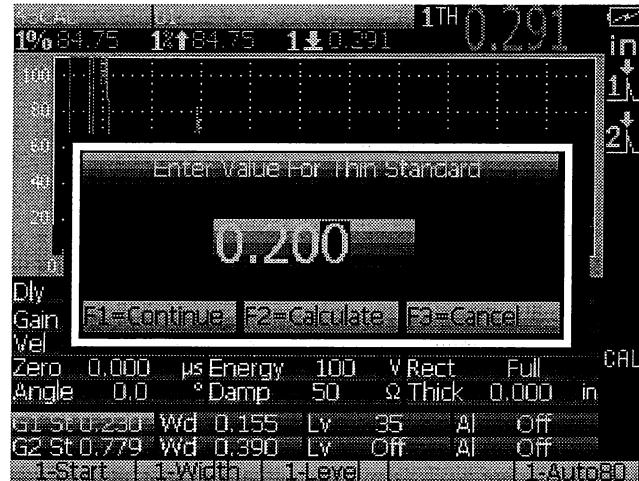

図 8-2 薄さ基準値の入力
5. A スキャン上に、大きな文字で厚さが表示されます。値が安定したら、[ZERO] キーを押します。画面がフリーズし、画面上にポップアップボックスが現れます。英数字キーを使い、試験片の正確な厚さを入力します。この例では、[0] [.] [2] [0] [0]、もしくは [.] [2] を押すと、図 8-2 のように入力値がポップアップボックスの中に現れます。入力を誤った場合は、左右キーで間違った箇所に戻り、正確な厚さを再度入力します。値を消去する場合は [ZERO] ([ パルス位置 ] キーで値を消去できます。入力完了後 [F1] = 「Continue」を押し、校正作業を継続します。この時画面はライブ A スキャンに戻ります。